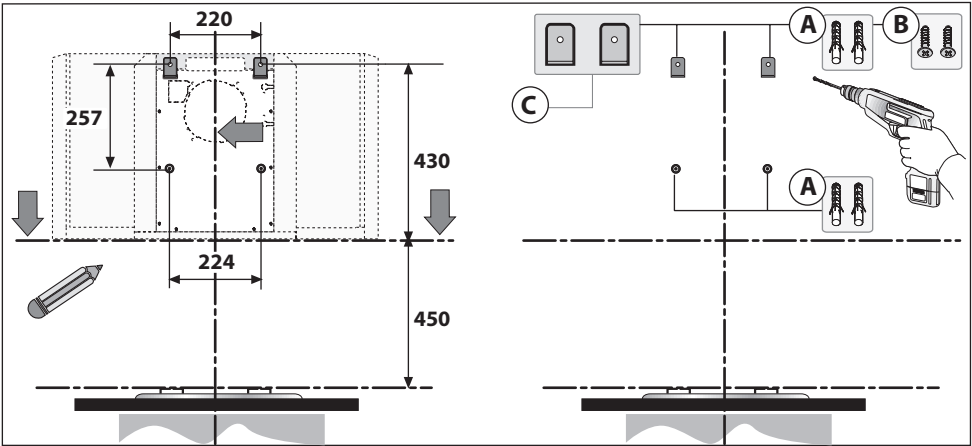

Fig.3
Placera bakstycket mot väggen. Se måtten enl. fig. 3 och minimum avstånd från håll.
-Markera och borra hålen, enl. Måtten i Fig.3.
-Montera pluggar (4st) **A** Fig.3.
-Montera (2st) fästena **C** på väggen med skruvar **B** Fig.3.